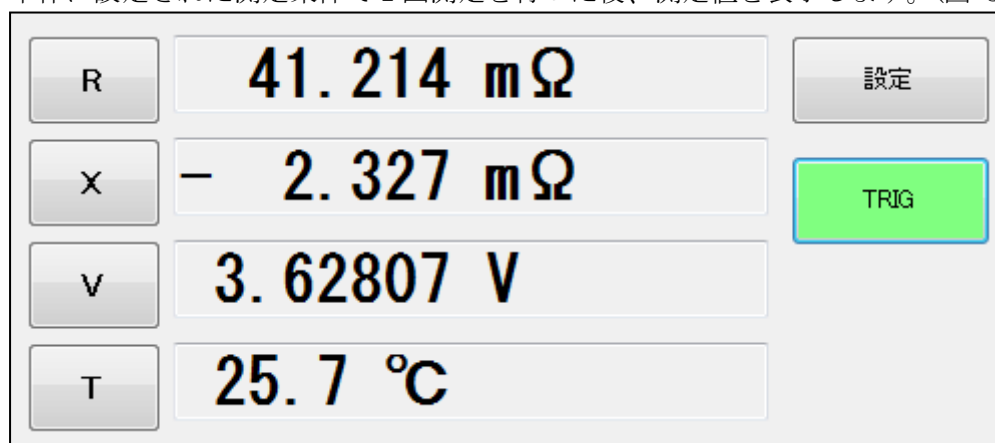

図 3-12. 測定値の表示
- (1) [TRIG]ボタンをクリックします。
- (2) 本体に設定された測定条件で1回測定を行った後、測定値を表示します。(図 3-12)